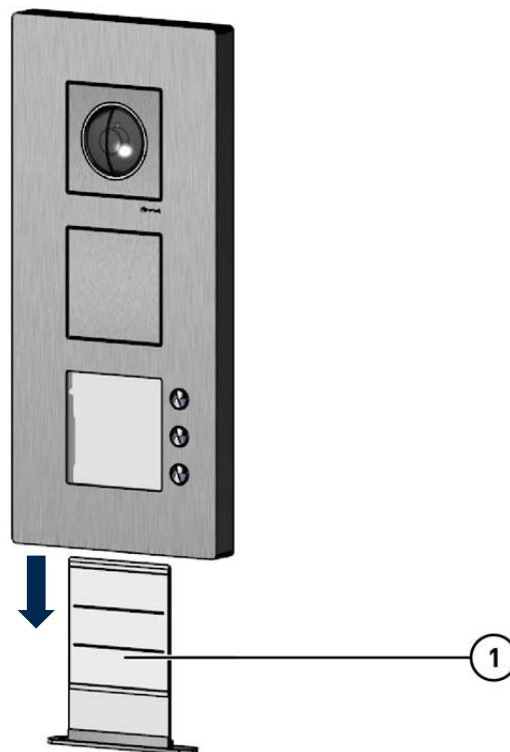

Abb. 3: Namensschildträger entfernen
- ▶ Ziehen Sie den Namensschildträger **(1)** heraus (Abb. 3).
- ▶ Schieben Sie den Namensschildträger in die Außenstation (siehe S. 10, Abb. 3).